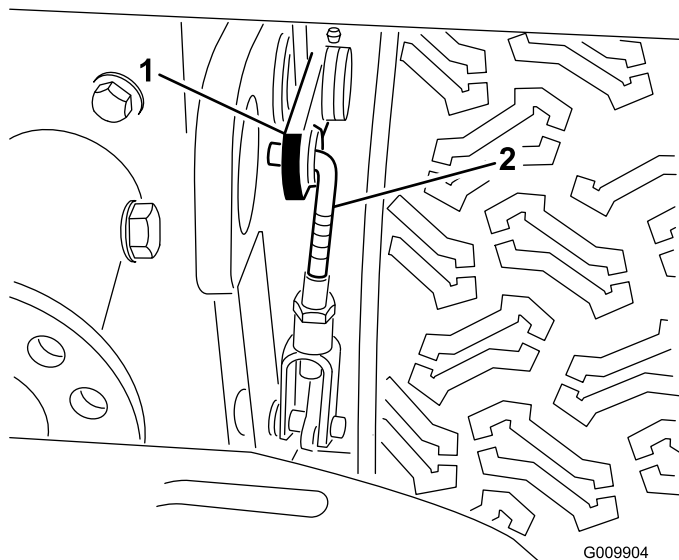

Figura 55
3. Liberte a porca de bloqueio da manilha (Figura 55).